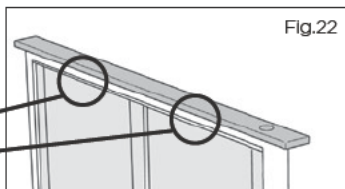

Fig.22
- Retirez les étiquettes, la vis et les pièces de fixation, comme indiqué dans la Fig.22. Ces pièces de fixation servent à maintenir en place les microrupteurs du filtre à graisses pendant le transport. Ils sont situés dans le haut de l'unité d'aspiration descendante, dans la partie centrale derrière chaque filtre à graisses.